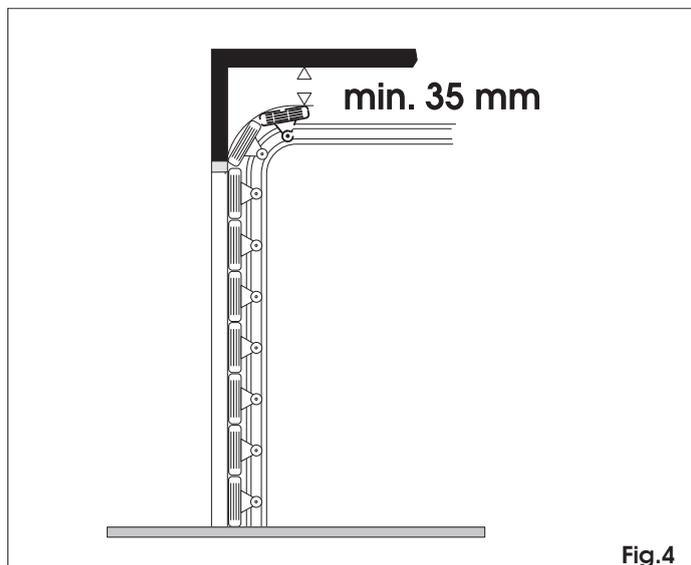

Fig.4
Encombrement maximum à partir du plafond (mm)	35 (Fig. 4)
- Contrôler qu'il existe un espace d'au moins 35 mm entre le plafond et le point de coulisement le plus élevé de la porte (Fig. 4).
- 2) Tracer sur le linteau une ligne horizontale correspondant à la hauteur maximale atteinte par la porte au cours du mouvement (voir Fig. 4).